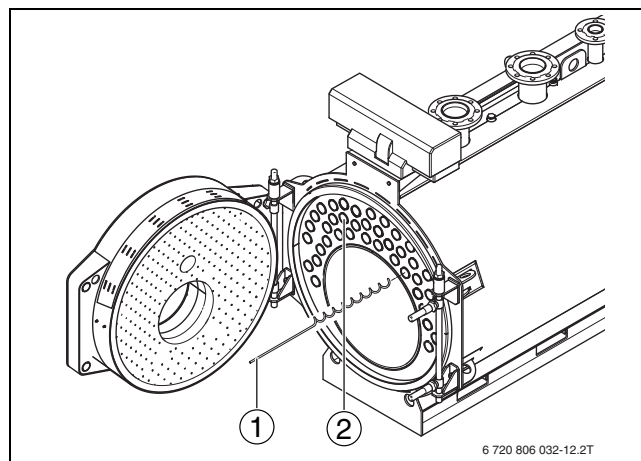

Fig. 32 Corectarea pretensionării turbuloarelor
- ▶ Împingeți turbuloarele (→ fig. 32, [1]) în țevile de încălzire după oprire [2].